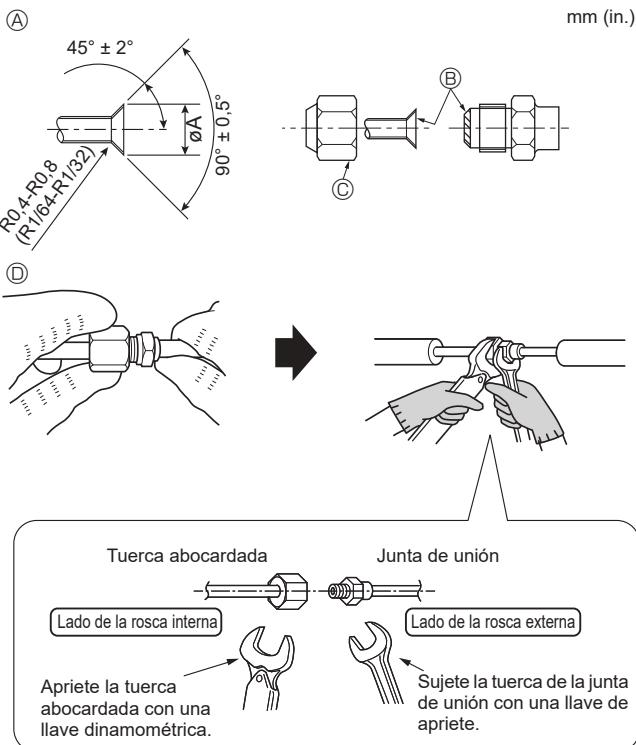

Fig. 5-9
- Aplique una capa fina de aceite refrigerante en la superficie de asiento de la tubería. (Fig. 5-9)
- Abocardar los extremos de los tubos de refrigerante. ④
- Aplique aceite refrigerante para máquinas sobre toda la superficie abocinada. ⑤
- Utilice las tuercas abocardadas como se indica. ⑥
- Utilice 2 llaves para apretar las conexiones de los tubos. ⑦